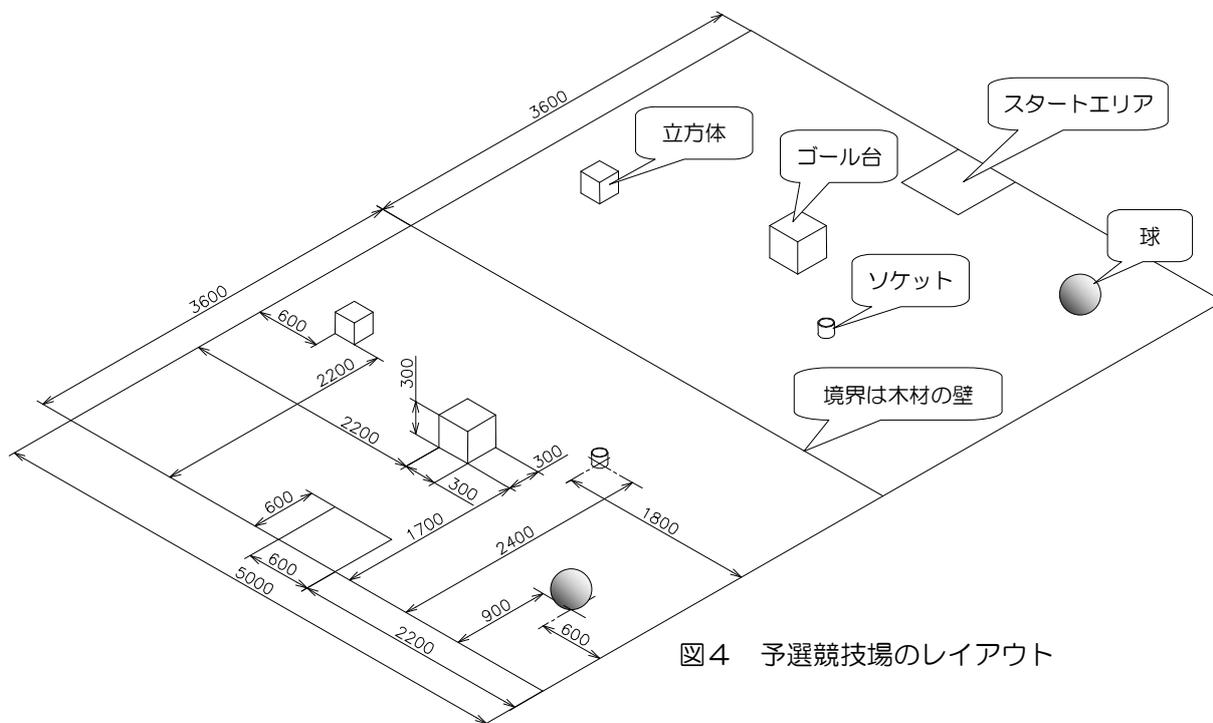
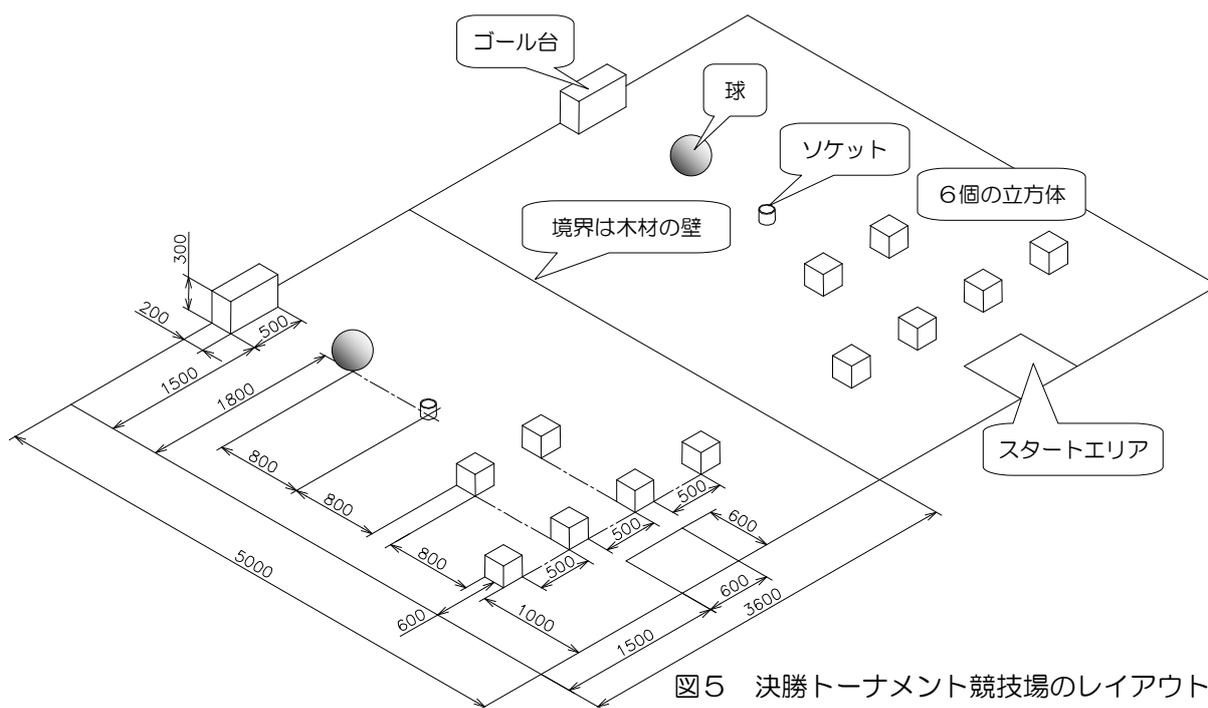

図4 予選競技場のレイアウト
図5 決勝トーナメント競技場のレイアウト
3. 競技場概要【予選競技場（図4）、決勝トーナメント競技場（図5）】
(1) 対戦相手は予選順位を基に下のよう決定します。同一校同士が同ブロックに入っても調整はしません。
- (2) 操縦者は1名です。コントローラからの制御コードの取り扱いも操縦者が行います。
(3) 操縦者は競技開始10分前にロボットを持って競技受付へ来て下さい。合図が出たら、操縦者はロボットをスタートエリアにセットします。それぞれのワークを、図5の決勝トーナメント競技場のレイアウトのように、審判がセットします。
(4) スタートの合図で計時が開始されます。